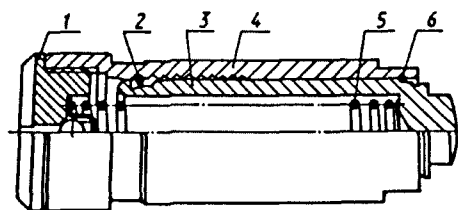

Рис. 11 Гидронатяжитель в сборе:
**Гидронатяжитель** (рис. 11) стальной, выполнен в виде плунжерной пары, состоящей из корпуса 4 и плунжера 3. Внутри плунжера установлена пружина 5, которая сжата корпусом клапана 1 с наружной резьбой, в котором расположен обратный шариковый клапан. Корпус 4 и плунжер 3 связаны между собой через храповое устройство, состоящее из запорного кольца 2, кольцевых канавок в корпусе и канавки специального профиля на плунжере. Гидротолкатель устанавливается на двигатель в "заряженном" состоянии, когда плунжер 3 удерживается в корпусе 4 с помощью стопорного кольца 6.